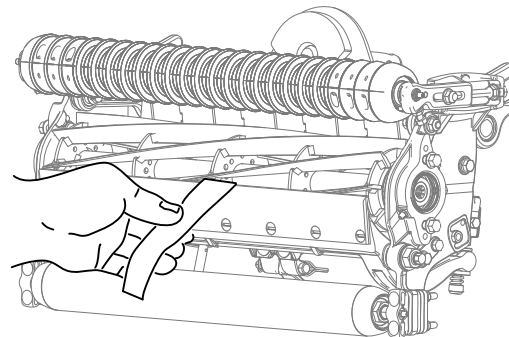

Figura 10
12. Teste o desempenho de corte inserindo uma tira comprida de papel de desempenho de corte Toro entre o cilindro e a lâmina de corte, perpendicular à lâmina de corte (Figura 10).